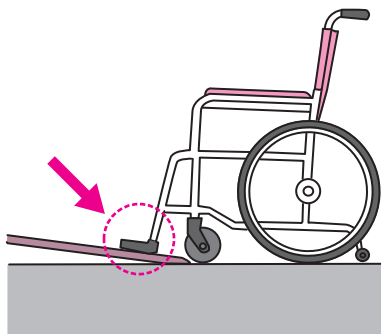

図 8-5 スロープ下段でのフットサポートとの干渉
- 同様に、フットサポートがスロープ下段側に干渉することがあります。その際にはフットサポートの調整や、車いすの再選定が必要になります。(図 8-5)